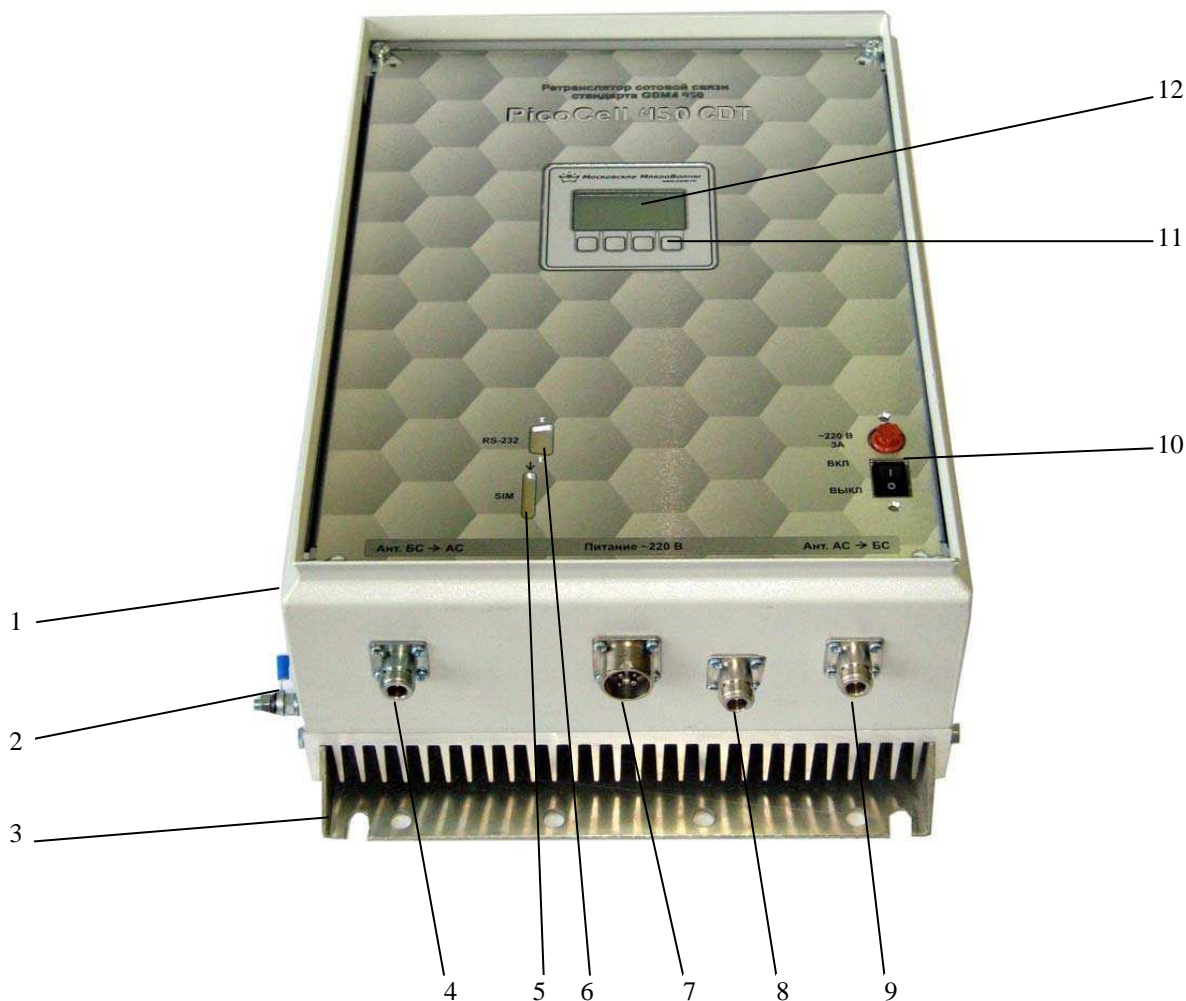

Рис.1 Ретранслятор *PicoCell 450 CDT*
Внешний вид ретранслятора *PicoCell 450CDT* показан на рис.1.
3.2.3. Присоедините разъемы кабелей от антенн к соответствующим разъемам ретранслятора (см. рис.1). Внутренние поверхности ВЧ разъемов должна быть чистыми. В случае попадания пыли или влаги внутрь ВЧ разъемов следует перед подсоединением протереть их ветошью или ватным тампоном, смоченным чистым спиртом.